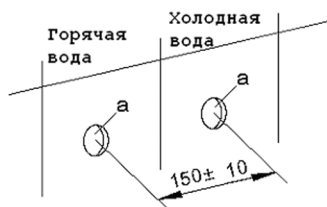

Рис. 4
Вытащите два металлических переходника (7) из комплекта аксессуаров, намотайте тефлоновую ленту в направлении против часовой стрелки, и прикрутите их трубам, используя регулировочную пластину для соблюдения уровня и расстояния между двумя водными входными отверстиями (рис.4). После регулировки расстояния между переходниками снимите пластину, она больше не понадобится.